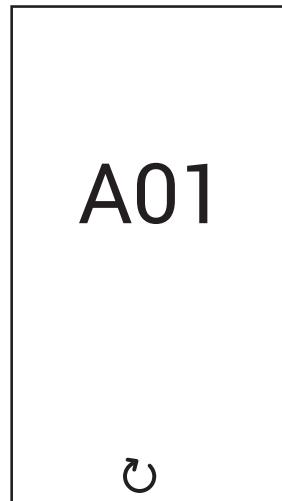

fig. 5
**Anomalia tipo A (fig. 5):** Per questa anomalia è richiesto l'intervento manuale tramite la pressione del tasto  per circa 2 secondi. Successivamente confermare con il tasto .